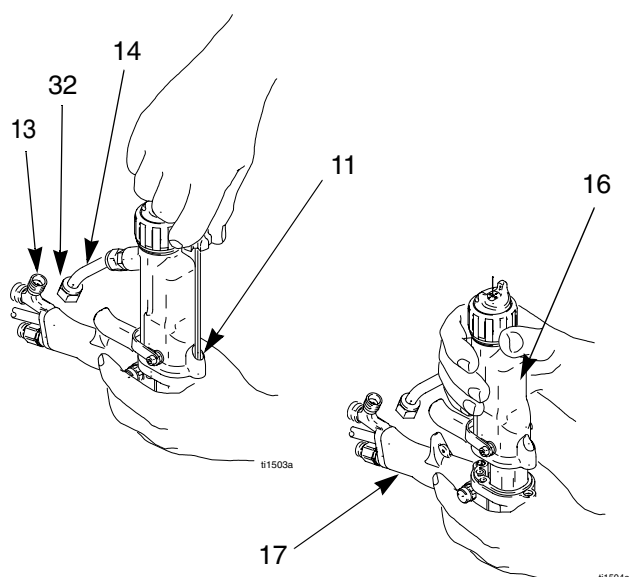

Fig. 15 Demontering av pistolhus
4. Håll i pistolhandtaget (17) med ena handen och dra bort huset (16) rakt från handtaget. Se Fig. 15.